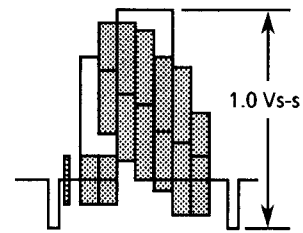

Abbildung 2-3.
3. R202 so einstellen, daß die Signalamplitude 1,0 Vs-s beträgt, wie in Abbildung 2-3 dargestellt.